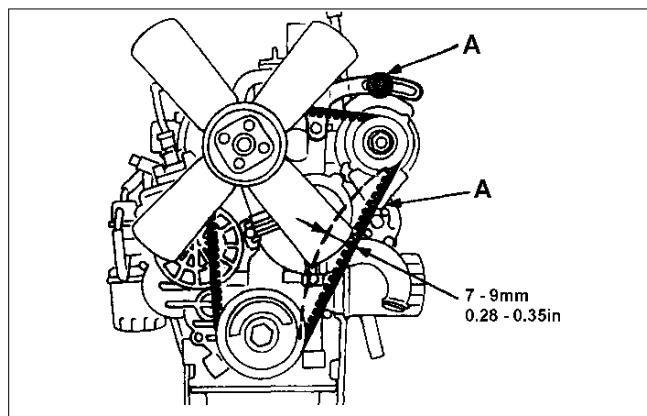

Fig.39
- (a) Release the two bolts (A Fig.39) holding the alternator and adjust alternator until the tension is correct.
- (a) Svitare i due bulloni che fissano l'alternatore (A Fig.39) e regolare l'alternatore finché la tensione non sia corretta.